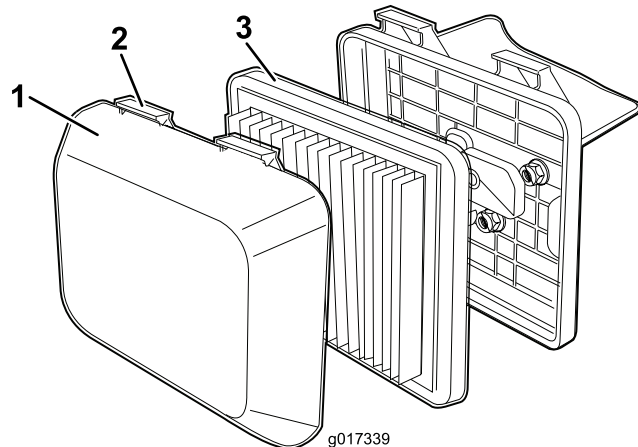

図 20
1. エアクリーナカバーの上部についているラッチのタブを押す 図 20。
3. フィルタを外す 図 20。